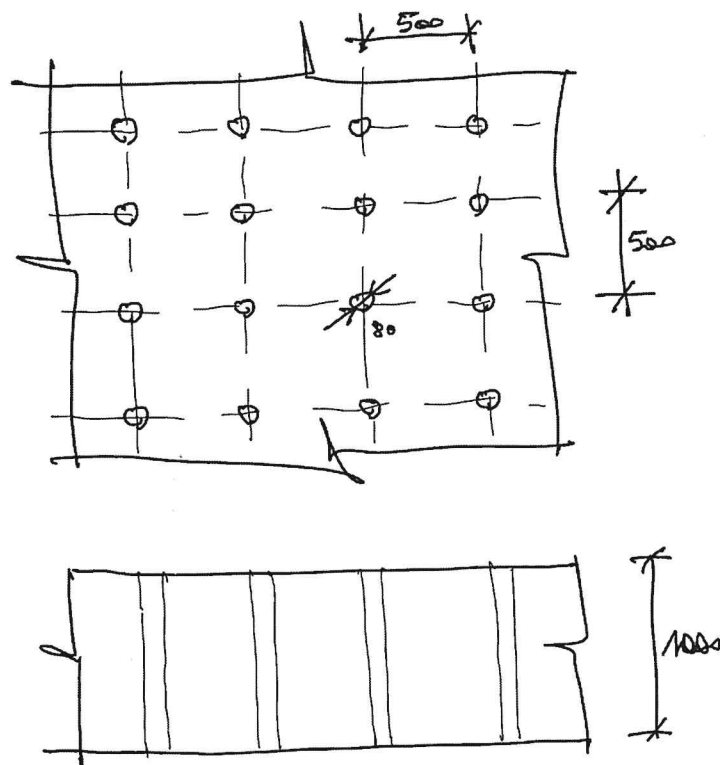

Figura 2
- un solaio di forte spessore in c.a., di adeguate dimensioni in pianta, estremamente più rigido e resistente della struttura in prova, con fori verticali passanti diametro 80 mm, disposti con passo 500 x 500 mm in due direzioni ortogonali, in corrispondenza dei quali poter fissare strutture di contrasto per mezzo di appositi tirafondi (vedi figura 2);